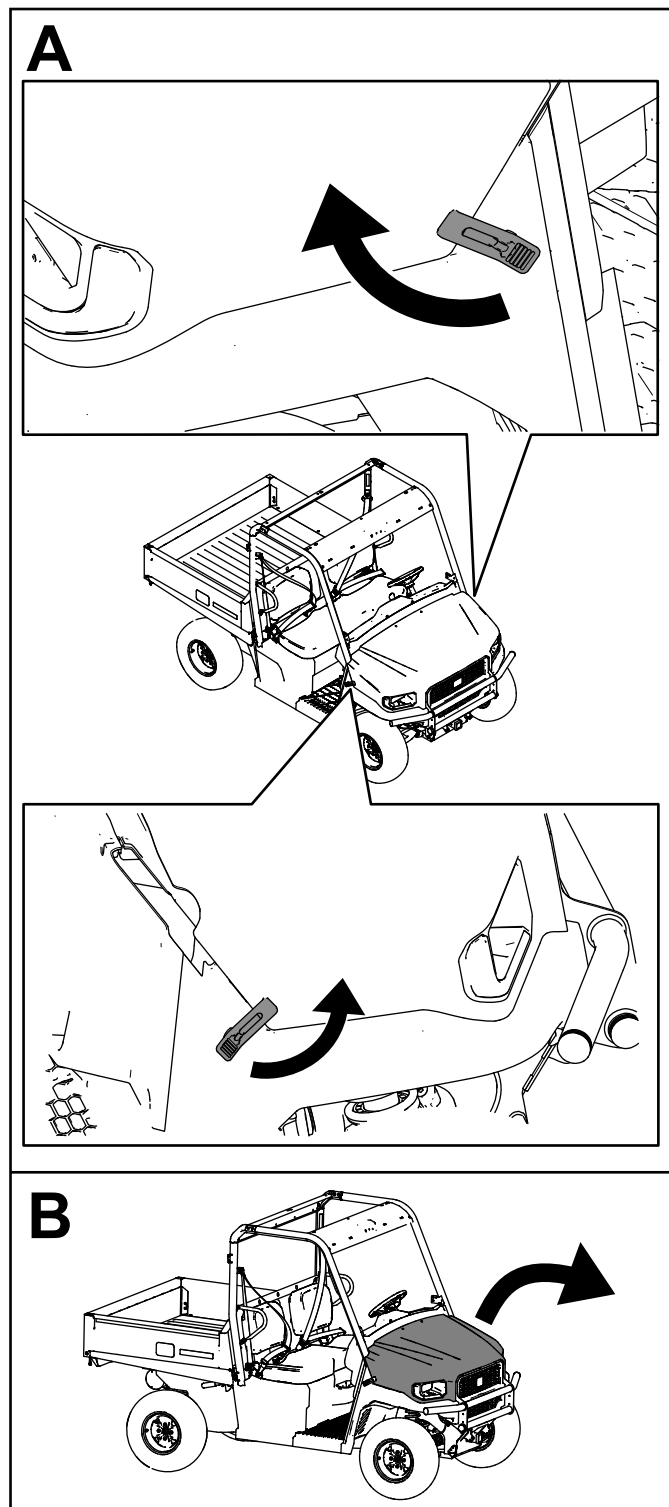

Figura 53
2. Sujete el capó alineando los cierres de goma con los anclajes situados en cada lado del capó (Figura 53).